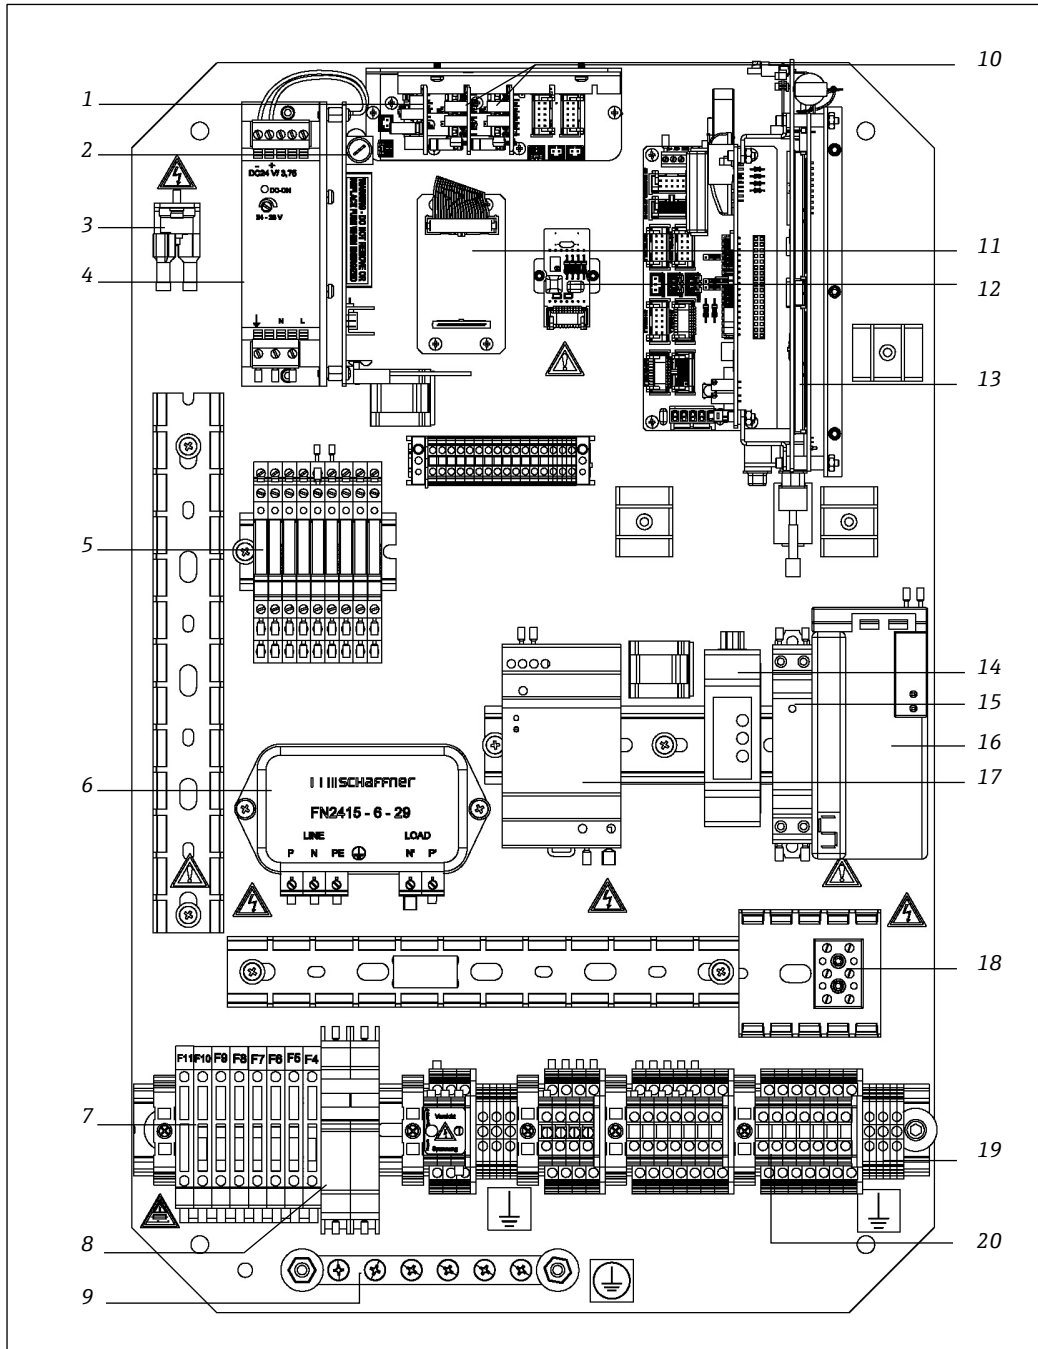

Abbildung 6. Komponenten im SS2100i-2-Elektronikgehäuse
- Siehe *Abbildung 6. Komponenten im SS2100i-2-Elektronikgehäuse* →  zur Position der Sicherungen. Wenn eine Sicherung ersetzt werden muss, dann immer nur Sicherungen des gleichen Typs und der gleichen Auslegung wie das Original verwenden. Typen und Auslegungen sind in den folgenden Tabellen aufgeführt.